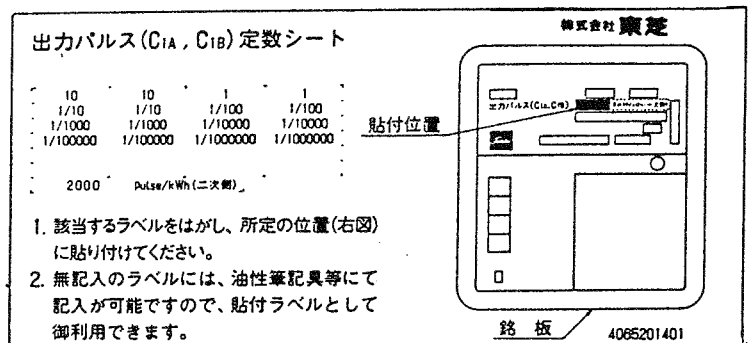

図 7
(7) 銘板への表示
- 図7の『出力パルス(C_{1A}, C_{1B})定数シート』を付属品として添付しておりますので, 該当する出力パルス定数ラベルを所定の位置に貼り付けてください。